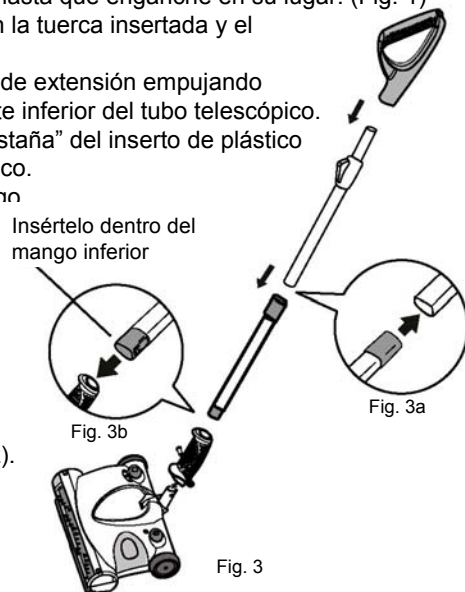

Fig. 3
3. Enganche el tubo telescópico al tubo de extensión empujando el inserto de plástico dentro de la parte inferior del tubo telescópico. (Fig. 3a). Presiónelo hasta que la "pestaña" del inserto de plástico encaje en la ranura del tubo telescópico. Enganche el tubo telescópico al mango superior. (Fig. 3). Inserte el tubo de extensión firmemente dentro de la manija inferior. (Fig. 3b).